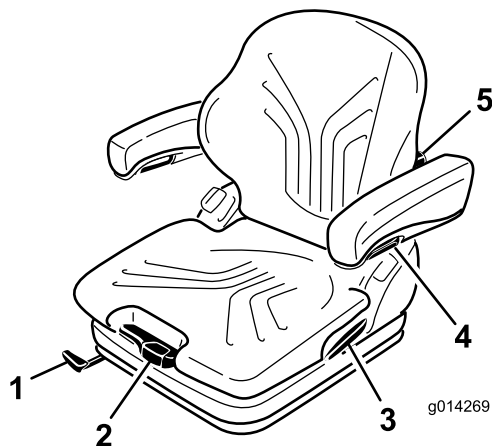

Bild 25
Der Sitz wird durch Ziehen oder Drücken des Gewichtseinstellhebels dem Fahrergewicht angepasst (Bild 25).
1. Um den Sitz einzustellen, bewegen Sie den Hebel zum Entriegeln des Sitzes (Bild 25).
Durch Drehen des Einstellhandrads nach oben kann die Krümmung des oberen Rückenlehnenkissens angepasst werden. Durch Drehen des Einstellhandrads nach unten kann die Krümmung des unteren Rückenlehnenkissens angepasst werden (Bild 25).
Um die Höhe der Armlehnen einzustellen, nehmen Sie die runde Kappe (Bild 25) vom Deckel ab, lösen Sie die Sechskantmutter (13 mm) dahinter, bringen Sie die Armlehnen in die gewünschte Position und ziehen Sie die Mutter fest. Bringen Sie die Kappe wieder auf der Mutter an.
Um den Winkel der Armlehnen einzustellen, drehen Sie das Einstellhandrad (Bild 25).
Ziehen Sie den Arretierhebel nach oben, um die Rückenlehnenarretierung zu lösen (Bild 25). Belasten Sie die Rückenlehne nicht, indem Sie sich anlehnen, wenn Sie die Rückenlehnenarretierung lösen.